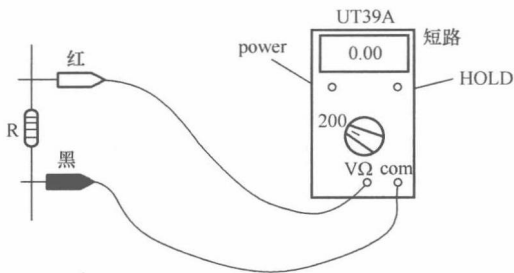

图 1-7 数字表测电阻
(1) 测量时,将转换旋钮开关旋至表盘标有“ Ω ”字样量程位置。
(2) 将表盘上的黄色按钮“POWER 电源开关”按下,显示屏显示“1”。
(3) 接通电源后,可根据所测电阻器的阻值大小选择挡位。测量 200Ω 以下电阻器可选“ 200Ω ”挡位, $200 \sim 1999\Omega$ 电阻器可选“ $2k\Omega$ ”挡, $2 \sim 19.99k\Omega$ 电阻器可选“ $20k\Omega$ ”挡, $20 \sim 199.9k\Omega$ 电阻器可选“ $200k\Omega$ ”挡, $200 \sim 1999k\Omega$ 电阻器可选“ $2M\Omega$ ”挡, $2 \sim 19.99M\Omega$ 电阻器可选“ $20M\Omega$ ”挡, $20 \sim 199.9M\Omega$ 电阻器可选“ $200M\Omega$ ”挡。 $200M\Omega$ 以上电阻器因超出最高量程而无法测量(UT39A 型)。
(4) 选择好量程后,可将万用表两表笔分别接触电阻器的两只引脚,在表显示屏上可显示电阻器的实际阻值。
(5) 测量电阻值时,待显示屏上的数值无变动时,可按下蓝色“HOLD”按钮将显示数值固定,然后再将表笔移开电阻器引脚,这样所测量的数值仍然保持在显示屏上。若需除此数值,可再按一下“HOLD”按钮即可将数值消除。
(6) 电阻测量。数字式万用表两表笔分别任一接触待测电阻器的两金属引脚, LCD 显示屏显示出被测电阻的阻值。如果显示屏显示“0.00”,表示该电阻器短路;如果显示屏显示“1.”,表示该电阻器被击穿断路;如果显示屏阻值比该电阻器标称阻值要小许多,或比标称值要大许多,都表明被测电阻器已经变质减值或增值,这样的电阻器都为损坏,不能再使用,测量如图 1-7 所示。图中测的电阻器 R 的阻值为 0Ω ,即该电阻器被短路损坏。从显示屏上显示出的数值,就为被测电阻器的实际阻值,不需像指针万用表那样乘上倍率数。